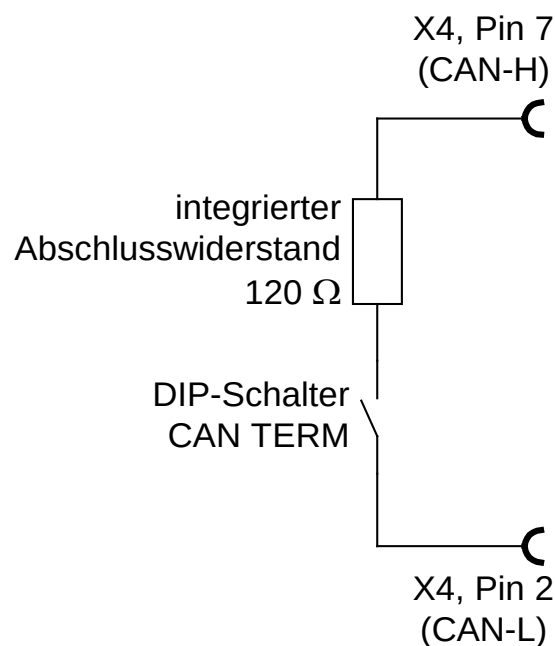

Abbildung 26: Integrierter CAN-Abschlusswiderstand
- ❖ An beiden Enden des CAN-Bus-Kabels muss jeweils genau ein Abschlusswiderstand von $120 \Omega \pm 5 \%$ vorhanden sein. Alle Servoregler der Reihe ARS 2100 SE verfügen bereits über einen integrierten Abschlusswiderstand, der mittels dem frontseitig angebrachten DIP-Schalter „CAN TERM“ aktiviert/deaktiviert werden kann (siehe *Abbildung 8* und *Abbildung 26*)